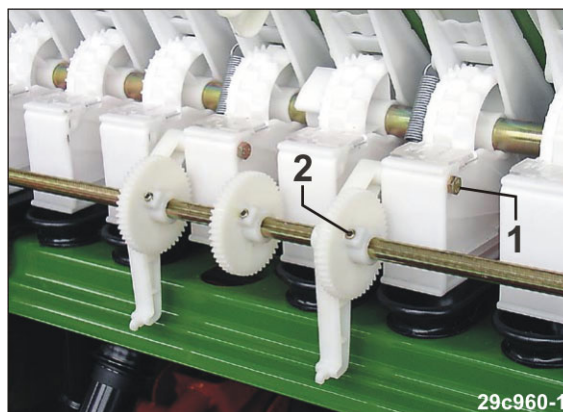

Рис. 248
4. Видаліть гвинти (Рис. 248/1).
5. Відпустіть гвинти із внутрішніми шестигранниками (Рис. 248/2).